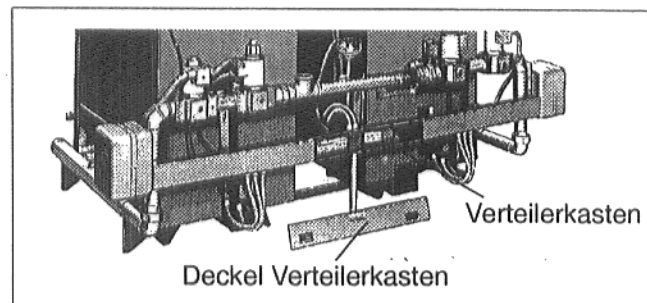

Abb. 7:
- Deckel Verteilerkasten abnehmen (Abb. 7).
- Deckel Verteilerkasten wieder anbringen (Abb. 7).